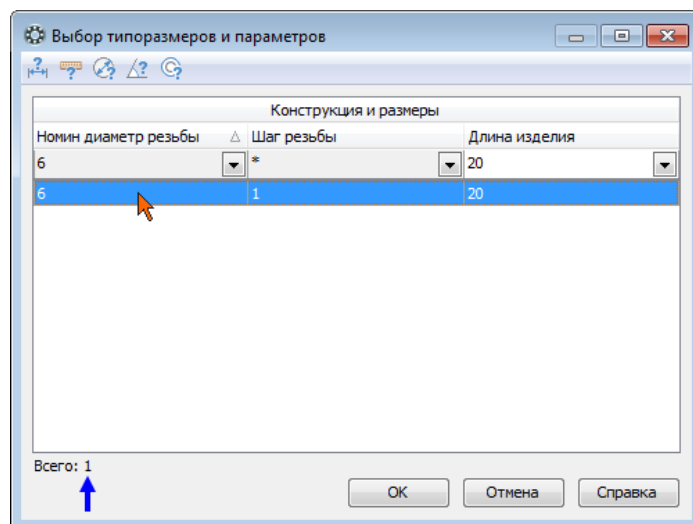

Рисунок 26.
- В списке останется единственная строка, отвечающая заданным условиям. Выполните на ней двойной щелчок мышью (рис. 26).